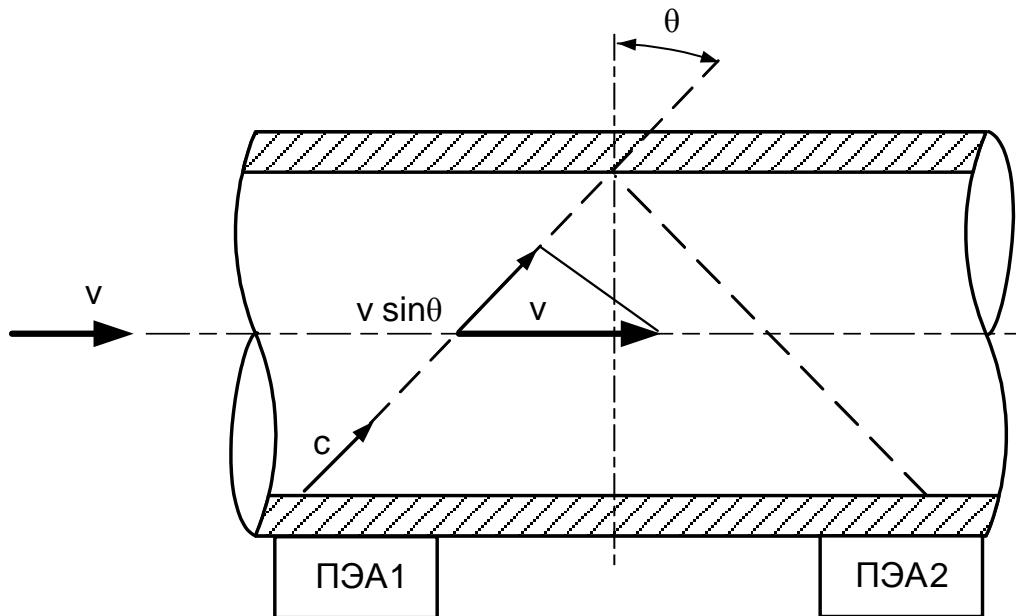

Рис. 1 - Схема прохождения УЗС
1.5.1.2 Электрические зондирующие импульсы, генерируемые ВП, попаременно поступают на ПЭА1 и ПЭА2 (рис.1).